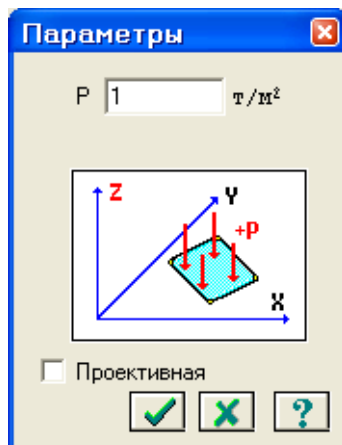

Рис.9.31. Диалоговое окно **Параметры**
- В этом окне задайте интенсивность нагрузки  $p = 1 \text{ т/м}^2$  (рис.9.31).